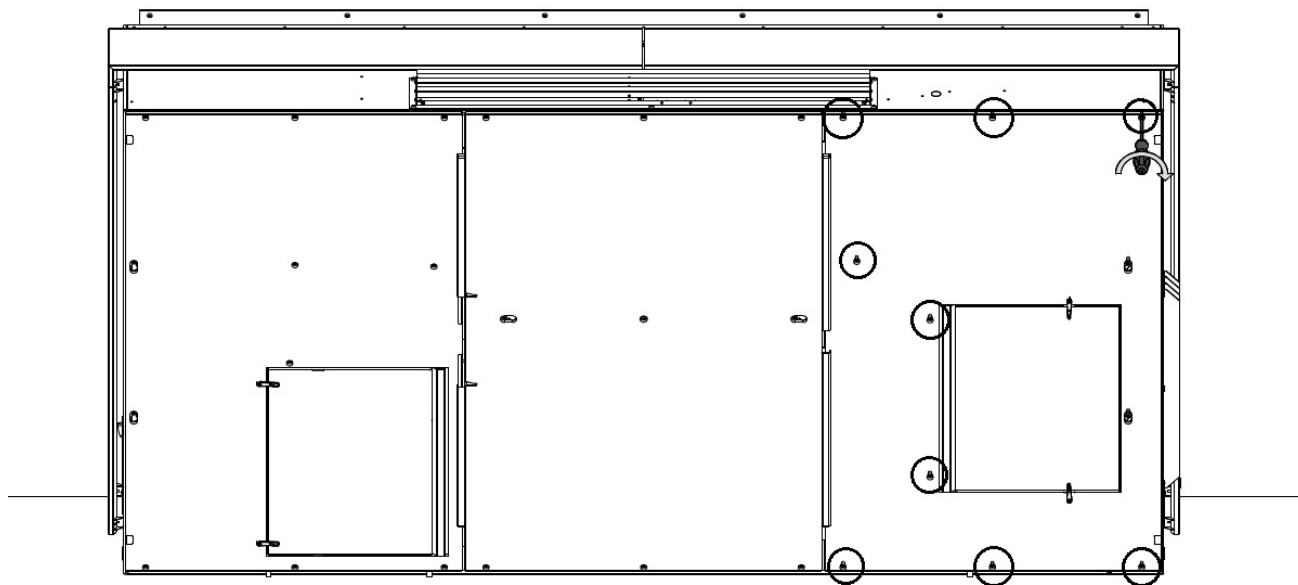
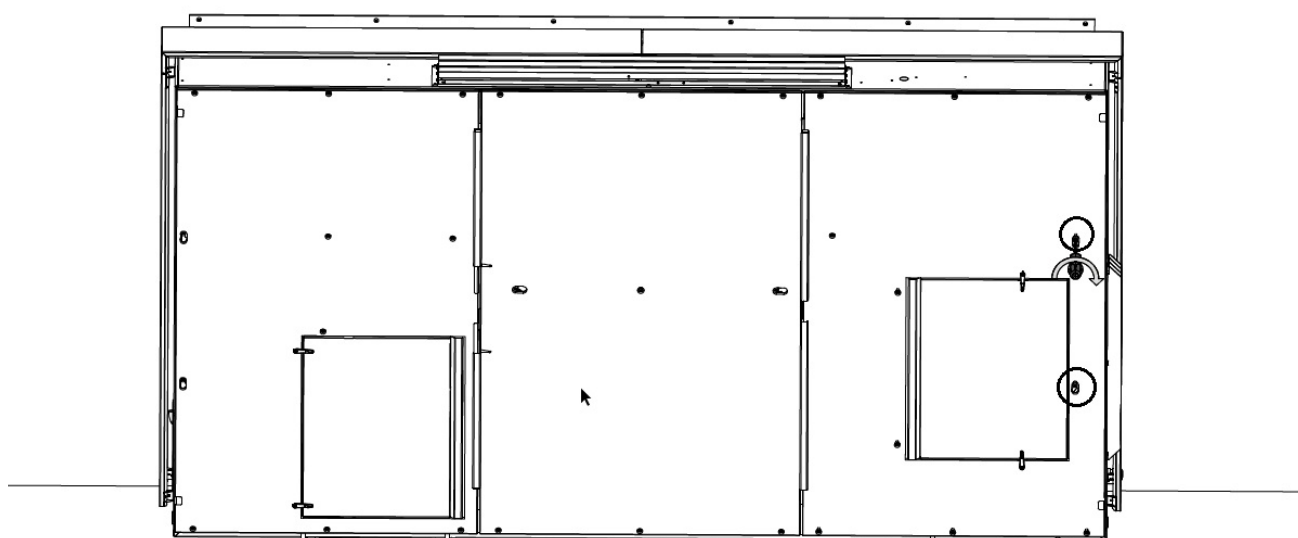

Figur 47: Nyckelhål på höger stålplåt
Figur 48: Skjut stålplåten mot väggen
12. Lyft plåten och skjut den mot väggen för att låsa den på samma sätt som tidigare, se Figur 47 och Figur 48.